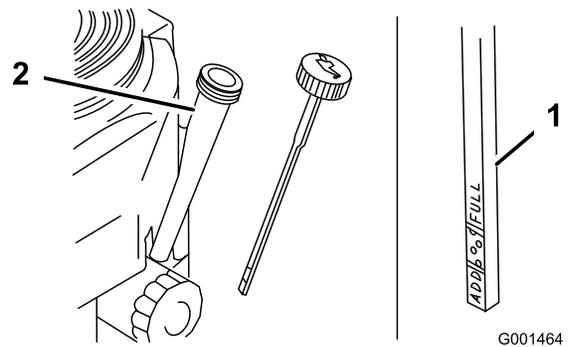

Bild 22
5. Schrauben Sie den Ölpeilstab heraus und wischen Sie das Metallende ab (Bild 22).
6. Schieben Sie den Ölpeilstab vollständig in den Einfüllstutzen (nicht in den Einfüllstutzen einschrauben) (Bild 22).
4. Reinigen Sie den Bereich um den Ölpeilstab (Bild 22), damit kein Schmutz in den Einfüllstutzen gelangen und den Motor beschädigen kann.
9. Gießen Sie ca. 80 % der angegebenen Ölmenge langsam in den Einfüllstutzen (Bild 22).